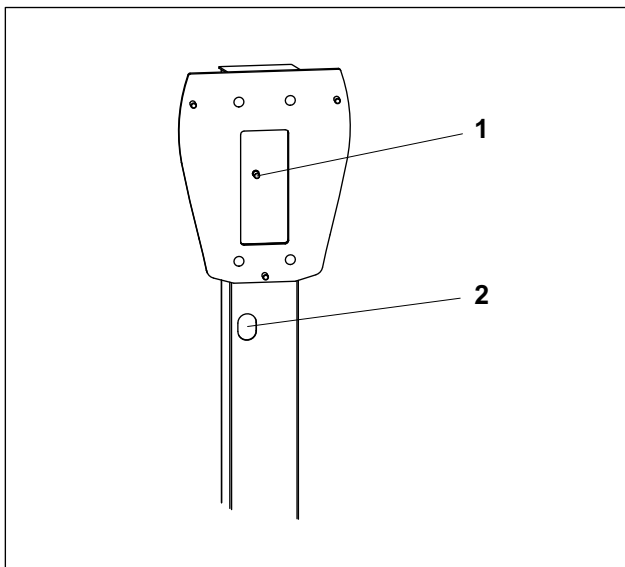

Abb. 3 Erdungspunkt der Stele
5. Befestigen Sie eine Durchführungsstülpe (Beipack) an der Kabelführungsöffnung (Abb. 3/2).
8. Schließen Sie den Schutzpotenzialausgleich am Erdungsbolzen (Abb. 3/1) der Stele an.